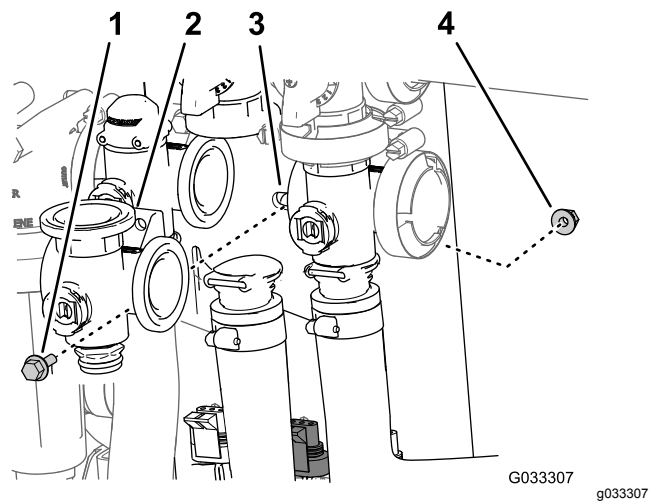

Figure 65
- Retirez le boulon à embase et le contre-écrou à embase qui fixent la vanne d'agitation au support, puis déposez le collecteur de la machine (Figure 65).